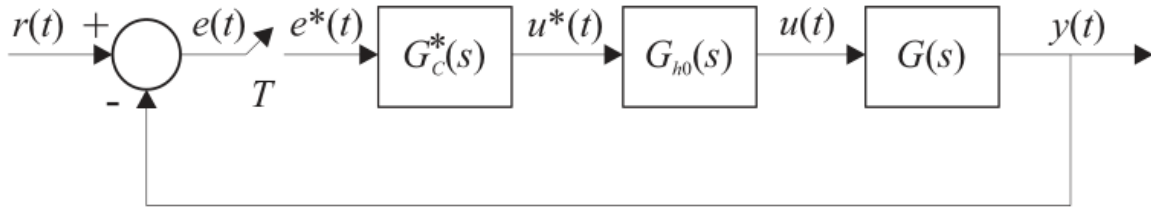

Figura 1: Diagrama do sistema.
Considere que a planta do sistema de controle a tempo discreto mostrado na Figura 1 tem função de transferência
2. Simule o sistema em malha fechada com o controlador projetado no item anterior conforme o diagrama da Figura 1 para entrada degrau unitário. Faça os gráficos da saída $y(t)$ em tempo contínuo da planta $G(s)$, do sinal de erro $e[k]$ que entra no controlador a tempo discreto $G_c(z)$ e do sinal de controle $u(t)$ que sai do segurador de ordem zero $G_{h0}(z)$.
4. Simule o sistema em malha fechada com o controlador projetado no item anterior conforme o diagrama da Figura 1 para entrada degrau unitário. Faça os gráficos da saída $y(t)$ em tempo contínuo da planta $G(s)$, do sinal de erro $e[k]$ que entra no controlador a tempo discreto $G_c(z)$ e do sinal de controle $u(t)$ que sai do segurador de ordem zero $G_{h0}(z)$.